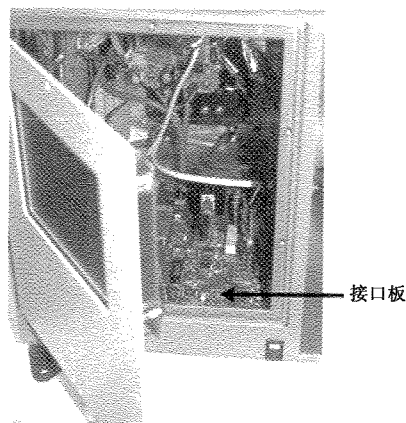

图 2-80 左边门打开的 1405-DF 单元
(2)打开仪器的门(图 2-80),找到装在仪器底部上接口板。